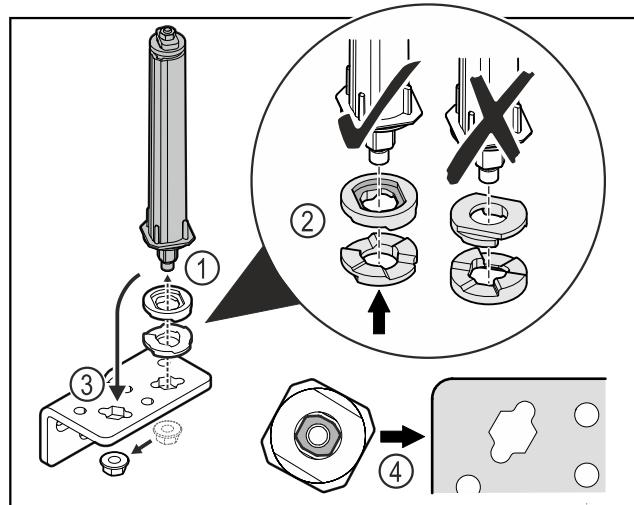

Fig. 31
- Odvijte matice in odstranite sistem za zaklepanje vrat Fig. 31 (1).
- Pazite na pravilno razporeditev podložk za nastavljanje višine Fig. 31 (2).
- Sistem za zaklepanje vrat prestavite v kotniku tečaja in ga fiksirajte z matico Fig. 31 (3).
- Pri vstavljanju pazite na pravilno naravnost sistema za zaklepanje vrat Fig. 31 (4).